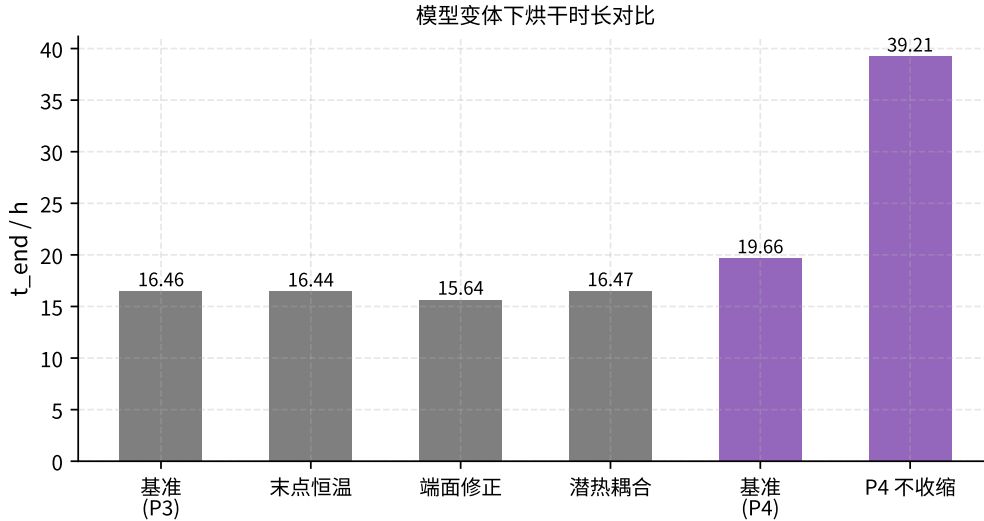

图 15 模型变体下的烘干时长对比（前四柱：问题三口径变体；后两柱：问题四收缩/不收缩对照）
针对问题三考察三项建模选择（图 15 前四柱；后两柱为问题四的收缩对照）：(1) 恒温段取值由“末 30 min 均值”改为“数据终点值”， t_{end} 由 16.4647 h 变为 16.4378 h (-0.16%)；(2) 端面面积修正因子（假设二的端面对流项）由 1 改为按端面/侧面积比修正，变为 15.6433 h (-4.99%)，即计入端面散热散湿最多使达标提前约 50 min，判停量级不变；(3) 在能量方程加入蒸发潜热汇（汽化潜热 2.45×10^6 J/kg）， t_{end} 仅 +0.02%，支持假设四忽略热—质反向耦合的合理性。三项检验说明结论对边界数据处理与简化假设稳健。